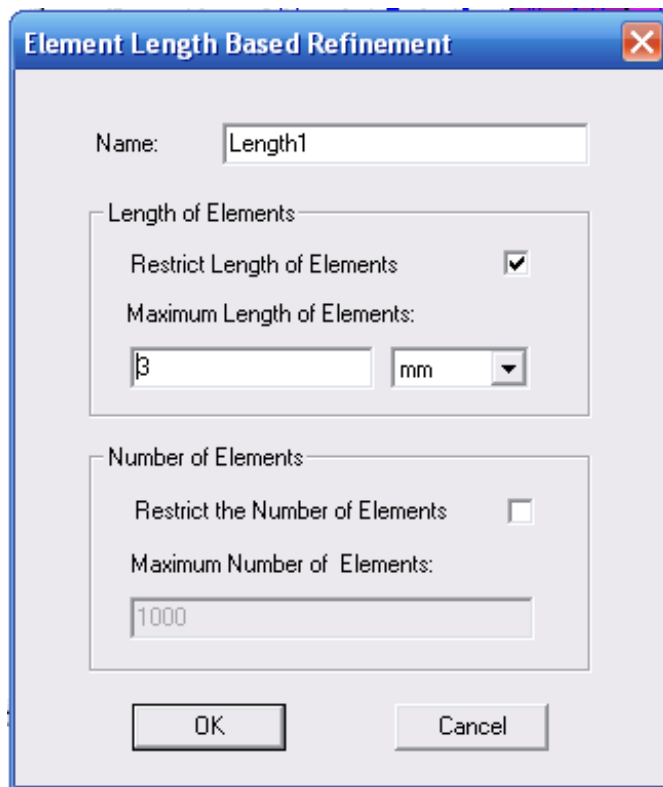

Рис. 9.13. Выбор элемента для установки плотности разбиения при мешировании
2. Задайте команду в меню **HFSS > Mesh Operation>Assign>On Selection>Length Based**. Появится диалог (рис. 9.13).